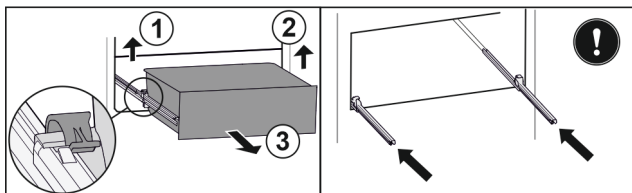

Fig. 38*
- ▶ Повдигнете лявата скоба и едновременно с това изтеглете напред чекмеджето отляво Fig. 38 (1).*
- ▶ Повдигнете дясната скоба и едновременно с това изтеглете напред чекмеджето отдясно Fig. 38 (2).*
- ▶ Извадете чекмеджето напред Fig. 38 (3).*